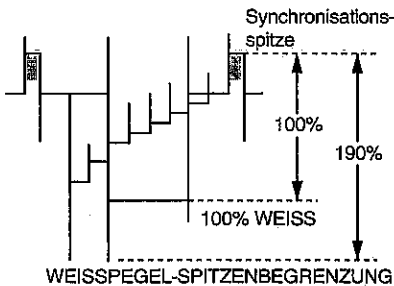

Abbildung 5-4.
- 1. Ein Oszilloskop an Pin (48) des IC401 und GND anschließen.
- 3. Die Überschwungung des Videosignals muß bei 190 % begrenzt werden, wie in Abbildung 5-4 dargestellt.